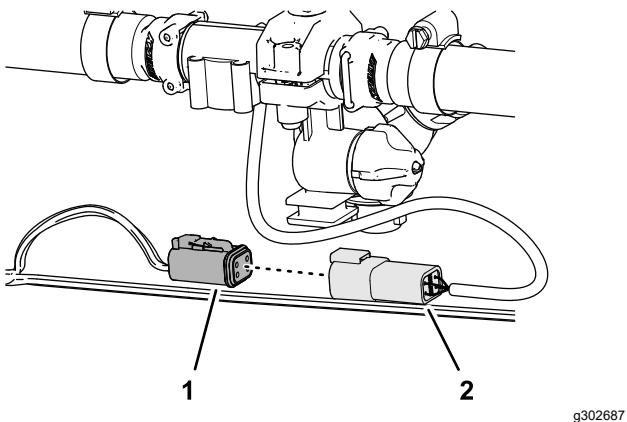

**Figure 122**
1. Acheminez le faisceau de câblage arrière étiqueté CENTER (central) le long du bas, à l'avant du cadre de section centrale (Figure 121 ou Figure 122).
2. Insérez le connecteur de faisceau arrière C1 dans le connecteur de débitmètre C1 (Figure 121 ou Figure 122, et Figure 123).
3. Insérez le connecteur de faisceau arrière C2 dans le connecteur de débitmètre C2 (Figure 121 ou Figure 122, et Figure 123).
4. Insérez le connecteur de faisceau arrière C3 dans le connecteur de débitmètre C3 (Figure 121 ou Figure 122, et Figure 123).
5. Sur les modèles à 12 buses de pulvérisation, déposez le capuchon du connecteur de faisceau arrière C4 et insérez-le dans le connecteur de débitmètre C4 (Figure 122 et Figure 123).